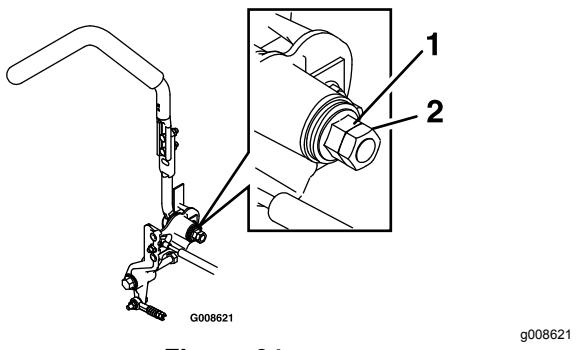

Figura 64
2. Allentate il controdado (Figura 64).